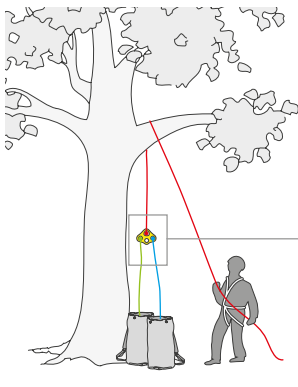

Fig. 4
La corde passant au-dessus de la branche aura le rôle, dans ce cas, de corde de secours (E). L'opérateur devra y relier un multiplicateur d'ancrages (3) auquel il aura accroché de manière fixe les cordes de travail (W) et de sécurité (S). L'opérateur pourra ensuite récupérer la corde de secours de façon à ce que le multiplicateur d'ancrages se place juste en-dessous de la branche (Fig. 4). La corde de secours sera insérée dans un descendeur auto-freinant (4) relié à un autre multiplicateur d'ancrages, à son tour attaché à une sangle EN 795-B (5) serrée autour du tronc (Fig. 5). Seulement à ce moment là, l'opérateur pourra remonter sur la corde de travail à l'aide d'une poignée bloqueur avec étrier et d'un descendeur auto-freinant, en ayant pris soin de mettre également un antichute mobile sur la corde de sécurité. Grâce à ce système, si l'opérateur en hauteur rencontrait un problème, un second opérateur resté au sol pourrait intervenir sur la corde de secours en faisant descendre son collègue avec le descendeur auto-freinant installé à la base.
Das auf dem Ast positionierte Seil fungiert in diesem Fall als Notfallseil (E). Der Arbeiter muss es mit einer Multi-Anschlagsplatte (3) verbinden, an der er ein fixes Arbeitsseil (W) und das Sicherheitsseil (S) installiert hat. Nun holt der Arbeiter das Notfallseil ein, bis sich die Multi-Anschlagsplatte kurz unter dem Ast (Abb. 4) positioniert. Dieses Seil wird dann in ein selbstbremsendes Ablassgerät (4) eingefügt, welches an einer weiteren Multi-Anschlagsplatte hängt. Diese ist an eine Schlinge EN 795-B (5) fixiert, die um den Baumstamm gewickelt wurde (Fig. 5). Nun kann der Arbeiter das Arbeitsseil mithilfe von einem Aufstiegsgriff mit Trittschlaufen und einer selbstbremsenden Vorrichtung mit Führe am Sicherheitsseil aufsteigen. Sollte der hängende Arbeiter Probleme haben, kann der am Boden gebliebene Arbeiter ihn auf dem Notfallseil mit einem an der Basis installierten selbstbremsenden Ablassgerät abseilen.